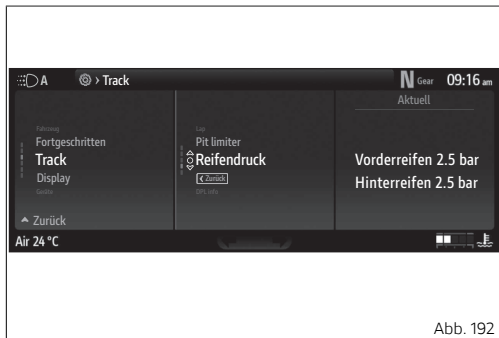

Abb. 192
- Die Angabe „Reifendruck“ (Abb. 192 S.247) markieren, dann die Taste \circ drücken.